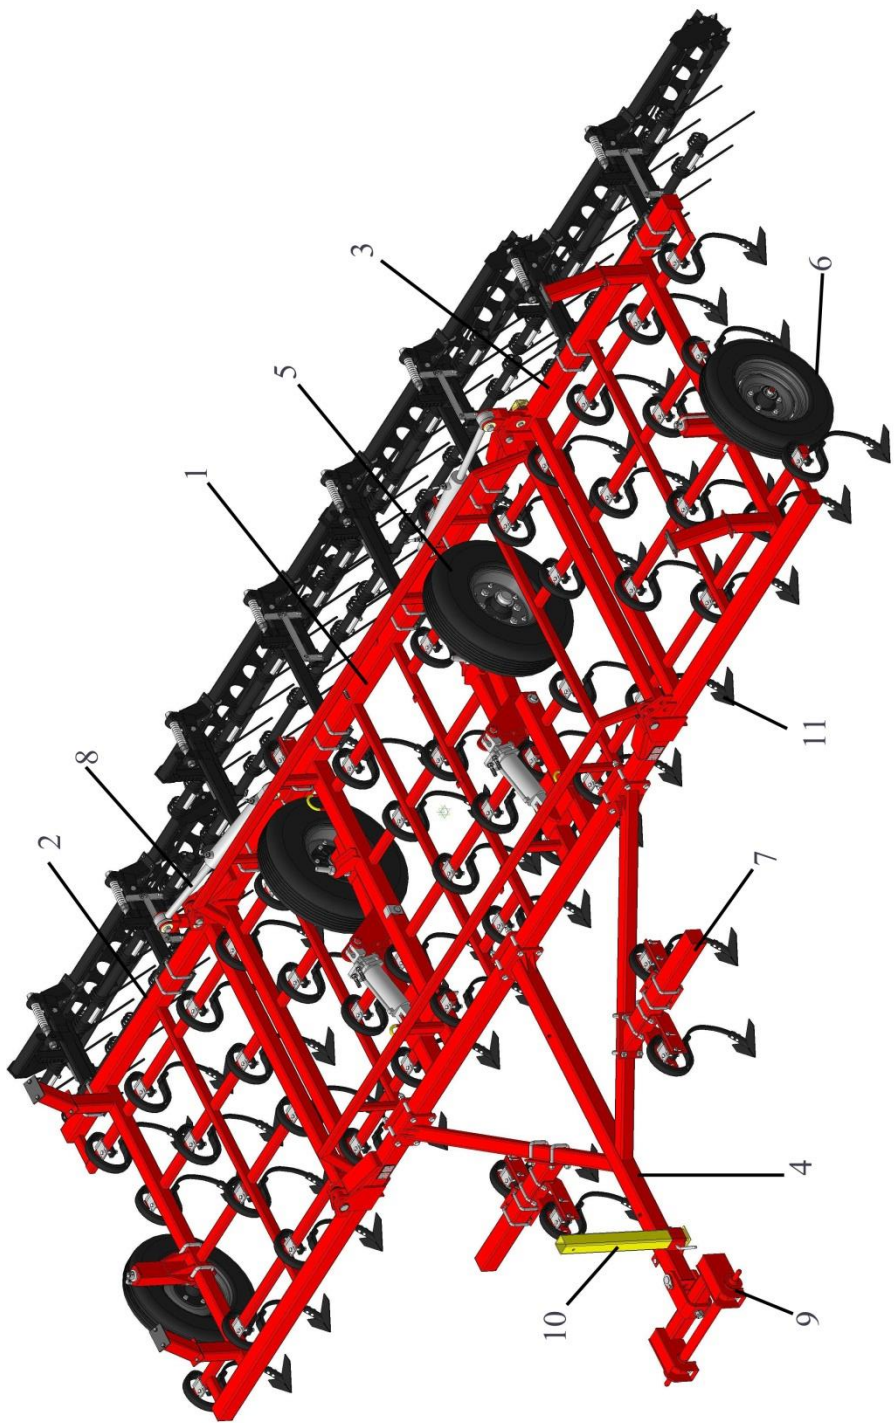
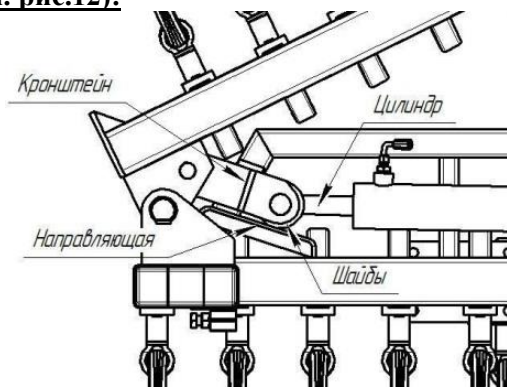

Рисунок 1 – Общий вид культиватора в рабочем положении
Рисунок 12
3.1 Культиваторы КПМ-4/6/8 представляют собой прицепные машины, состоящие (рисунок 1) из центральной секции 1, прицепного устройства 4, двух крыльев 2 и 3 (для КПМ-6/8), опорных колёс 5, копирующих колёс 6 (для КПМ-6/8), следорыхлителей 7 и гидросистемы.
- 4.4 Перевод в рабочее положение (см. рис.1 и рис.12):
!При переводе культиваторов КПМ-6/8 из транспортного положения в рабочее, для плавного открытия крыла (открылка), убедитесь в том, что шайбы кронштейна лежат на наклонной поверхности направляющей (см. рис.12)!